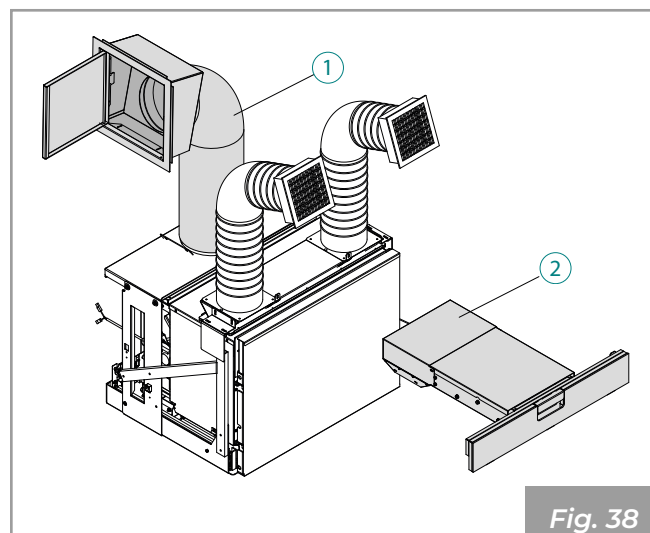
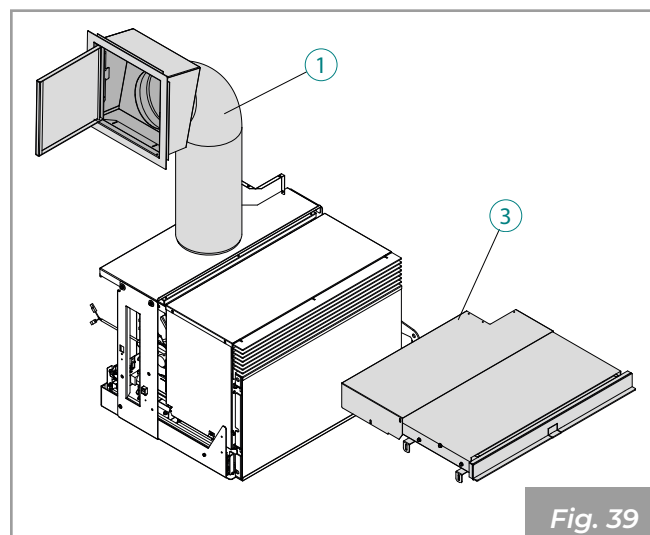

Fig. 38
Fig. 39
- Sistema de carga con tubo metálico flexible y puerta de carga "1" (Fig. 38 - Fig. 39).
- Cajón de carga frontal para versión salida de aire canalizada "2" (Fig. 38).
- Cajón de carga frontal para versión salida de aire frontal "3" (Fig. 39).